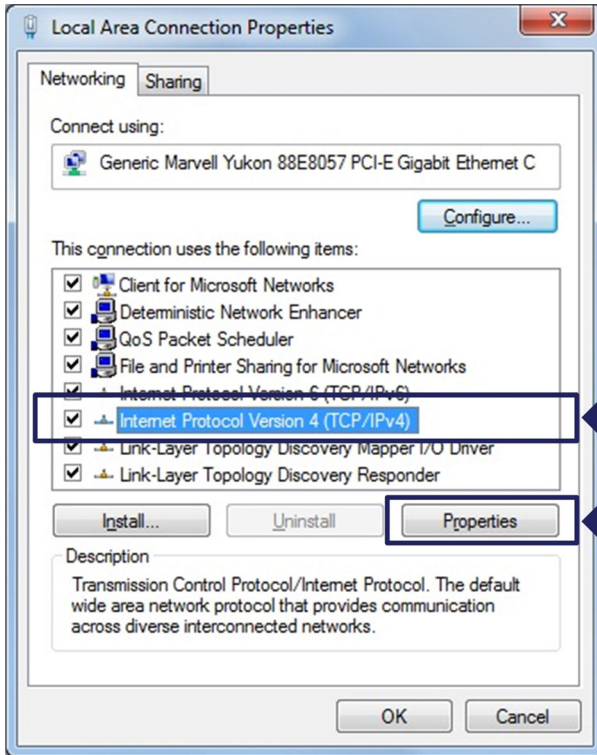

图3.8 TCP/IPv4
► 选择因特网协议 (TCP/IP) 并点击 属性按钮 (图3.8)。